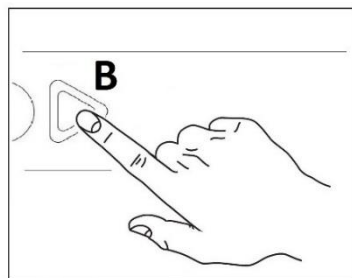

Fig.14
- 5- Appuyer le bouton "B" départ du cycle de lavage. (Fig.14)